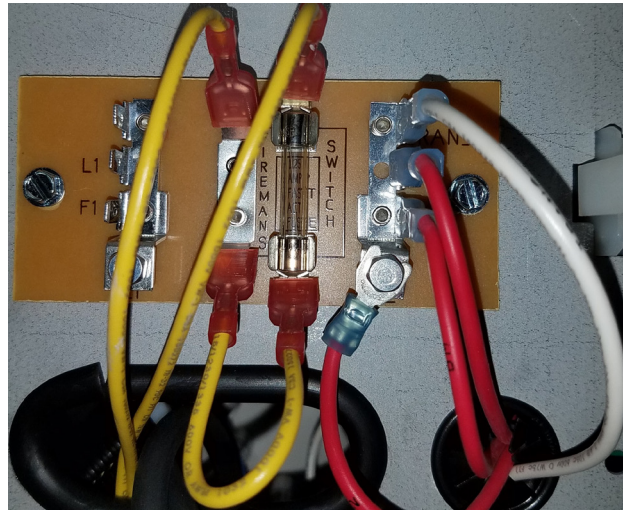

Figura 36
3. Localice el **cable del puente del interruptor de bombero**; retire el cable. Véase la Figura 36 a continuación.
4. Conecte los **cables de contacto seco del control remoto**. Véase la Figura 36 a continuación.
#### TEMPORIZADOR/INTERRUPTOR DE BOMBERO (véase la Figura 36 anterior):